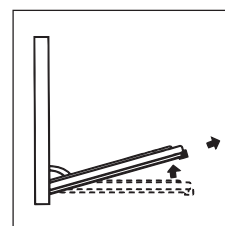

ABBILDUNG 3
- Backofentür nun teilweise wieder schließen; die Tür kann jetzt nach oben hin aus den beiden Haken "A" herausgezogen werden. (Abb. 3).